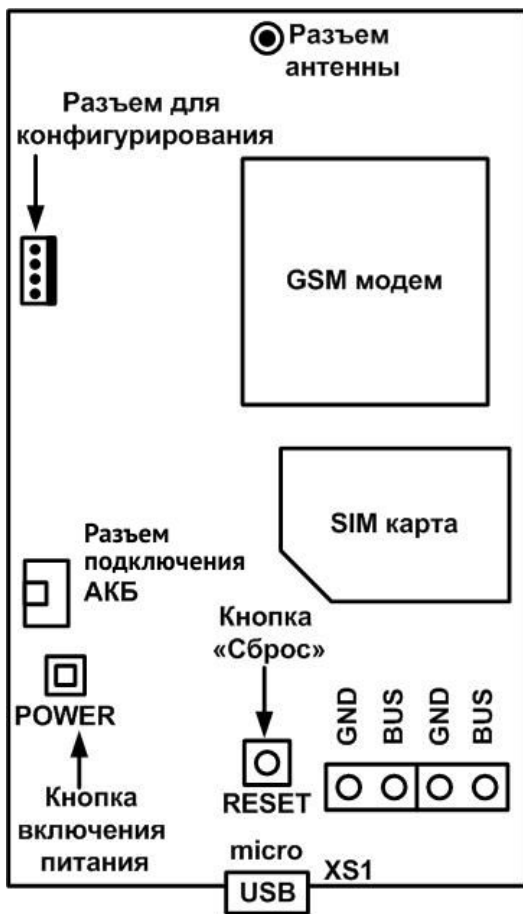
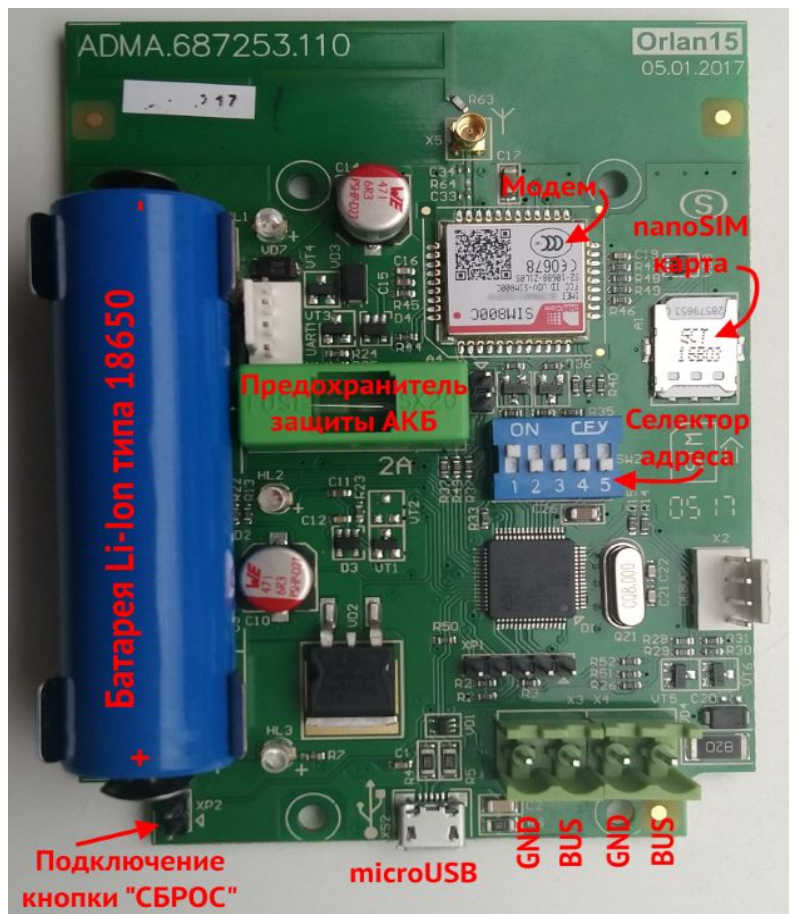

Рисунок 3. Общий вид платы «Орлан-М11»
Рисунок 4. Общий вид платы «Орлан-М15»
В модуле используется либо плата «Орлан-М11» (рисунок 3) либо плата «Орлан-М15» (рисунок 4).
6. Подключить кабель USB «Орлан-SMS» к разъему для конфигурирования в модуле «Орлан-М» (см. рисунок 3). При этом модуль находится в отключенном состоянии;
- Для конфигурирования модулей «Орлан-М» **на базе плат «Орлан-М15»** необходимо **не включая питание**, установить **адрес устройства на шине** с помощью DIP-переключателей **SW2** (см. рисунок 4) в соответствии с таблицей 3.
8. Подать питание на модули кнопкой включения питания («Орлан-М11», см. рисунок 3);